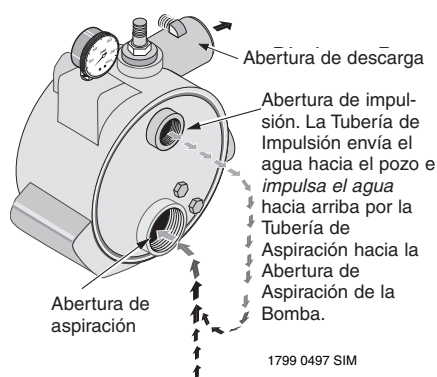

Figura 3: Funciones de impulsión y aspiración en pozo profundo
- AVISO:** Las bombas de chorro Simer vienen con la abertura de aspiración (abertura más grande) debajo de la abertura de impulsión. Ver la figura 3.
AVISO: Las bombas de chorro Simer vienen con la abertura de aspiración (abertura más grande) debajo de la abertura de impulsión. Ver la figura 3.